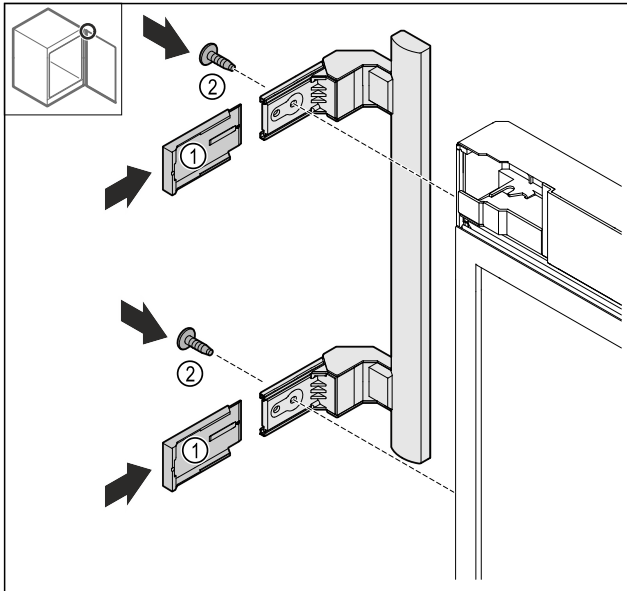

Fig. 22
- Applicare le coperture Fig. 22 (1).